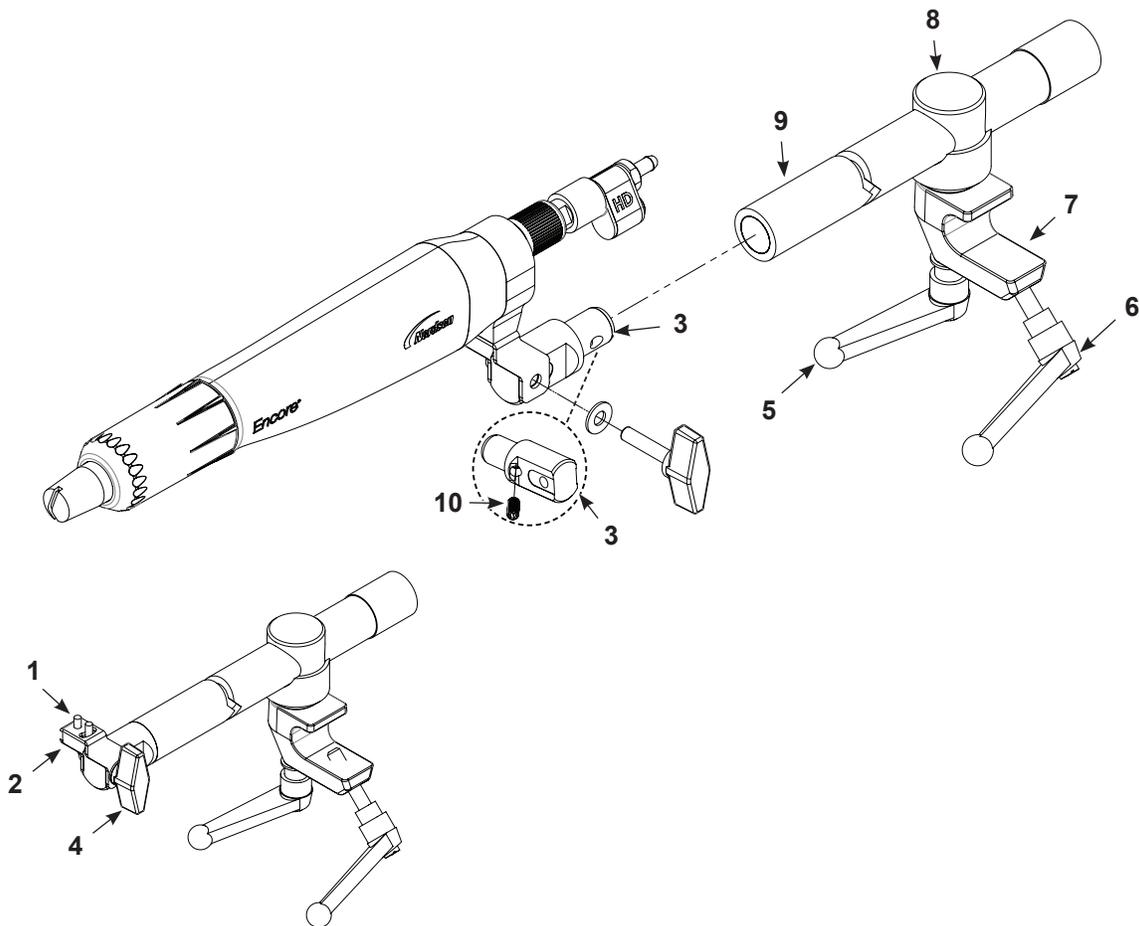

Abbildung 3-5 Sprühhapplikatorhalterung für Stangenmontage
7. Siehe Abbildung 3-5. Den Adapter für die Stangenmontage (3) des Sprühhapplikators am Ende der Applikatorstange (9) anbringen und durch Festziehen des Gewindestifts (10) mit einem 4-mm-Innensechskantschlüssel sichern.
- Zum seitlichen Versetzen der Sprühhapplikatorspitze die Schrauben mit Halbrundkopf (1) lösen.
- Zum Kippen der Sprühhapplikatorspitze nach oben oder unten die Kipp-Flügelschraube (4) lösen.
- Zum Drehen der Applikatorstange auf dem Klemmkörper (8) den Drehgriff (5) lösen.
8. Zum Montieren des Sprühhapplikators an einem festen Sprühhapplikatorhalter, an einem Oszillationshubwerk oder Hubwerk die Klemme (7) an einer 1-Zoll-Montagegestange positionieren und den Klemmhebel (6) festziehen.